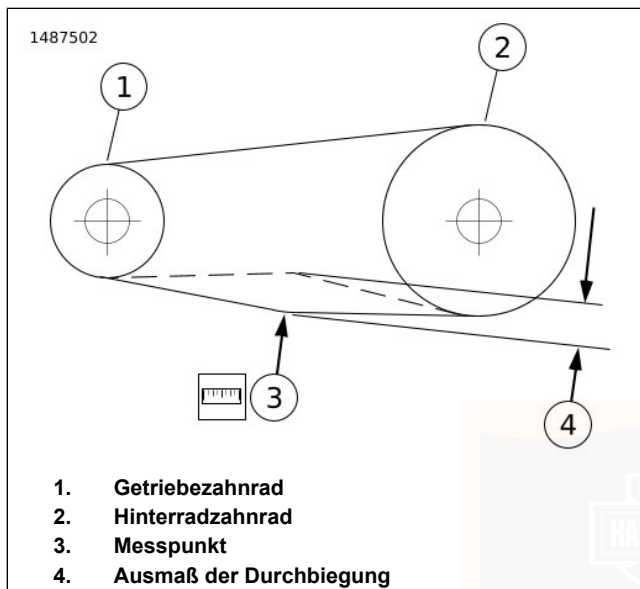

Abbildung 60. Durchbiegung der Antriebskette überprüfen
1. Siehe Abbildung 60. Die Kettendurchbiegung messen.
- b. Den Mittelpunkt am unteren Teil der Kette zwischen den Mittelpunkten von Getriebezahnrad (1) und Hinterradzahnrad (2) suchen.
- c. Das Rad drehen, um den straffsten Punkt der Kette am Messpunkt (3) zu finden.
- d. Die Kette nach oben schieben und dann runterziehen, um das Ausmaß der Durchbiegung (4) im unteren Teil der Kette messen.